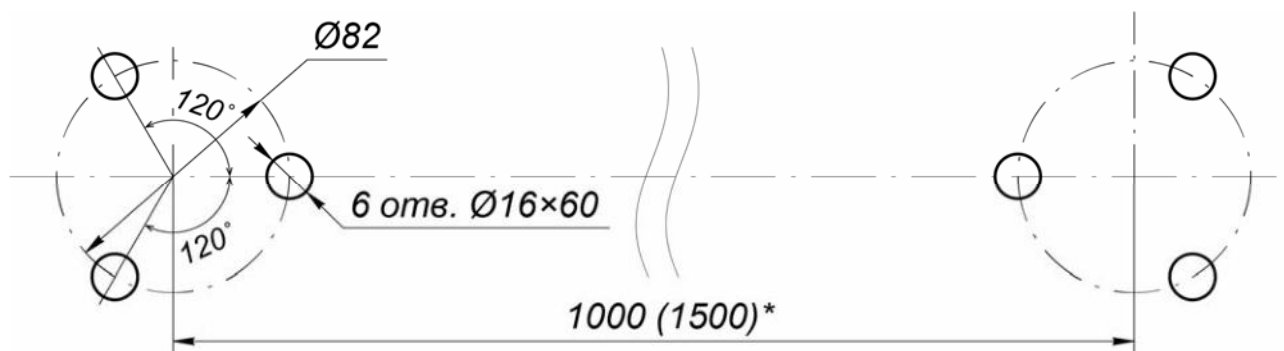

Рисунок 11. Расположение отверстий под анкерные болты во фланцах стоек
3. Разметьте и просверлите отверстия на установочной поверхности под анкеры PFG IH 10 «SORMAT» в соответствии со схемой разметки (см. рис. 11). Сначала размечаются центры установки стоек секции ограждения, затем от них размечаются точки крепления стоек, допускается использование в качестве шаблона непосредственно самих фланцев стоек.